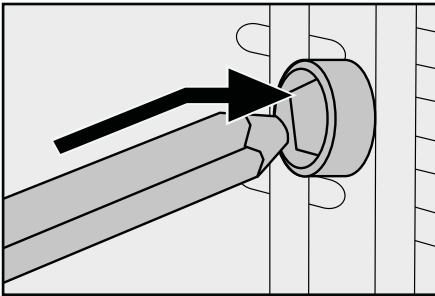

Fig. 1: Empurrar o espeto rotativo **16** para dentro da unidade de acionamento **1**.
- Primeiro empurre a extremidade do espeto rotativo **16** **sem** ranhura na unidade de acionamento **1** (fig. 1):